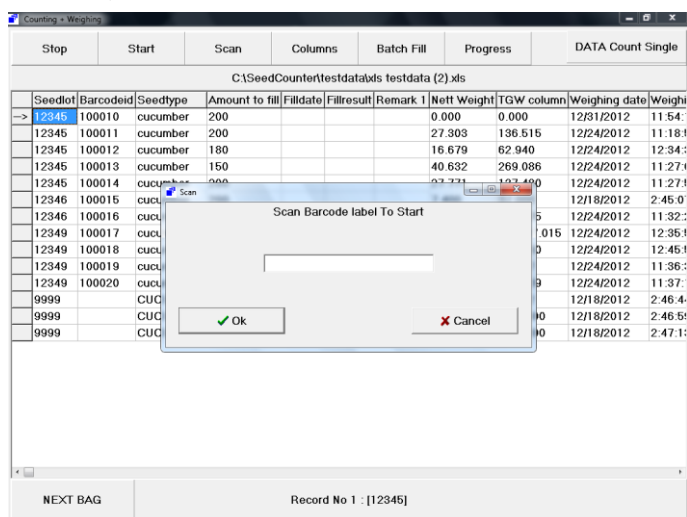

Figura 15. Tela Counting (Contagem)
1. Selecione o primeiro registro para contar (veja a Figura 15).